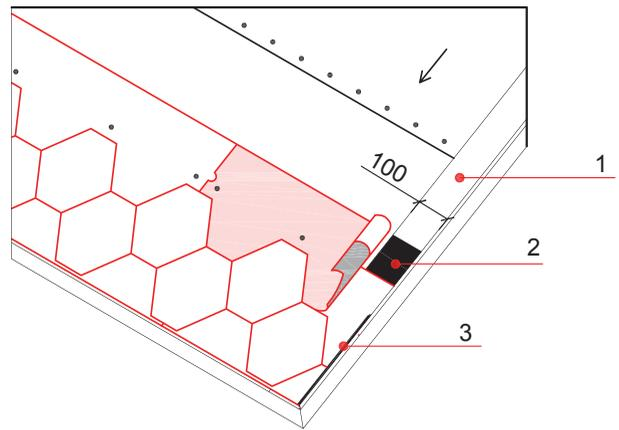

Рис. 12
1.6.4. На торцах черепицу обрезают кровельным ножом по краю и приклеивают к торцевой планке кровельным клеем ICOPAL, швы герметизируют клеем-герметиком ICOPAL. (Рис. 12).